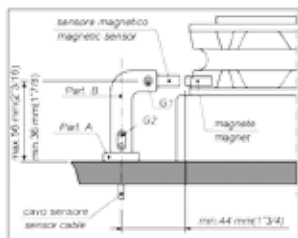

Fig. 1B
2. Für das Ankerspill mit Vertikalachse (siehe Fig. 1B) muss die Bohrung im unteren Kreis der Kettennuss gebohrt werden.